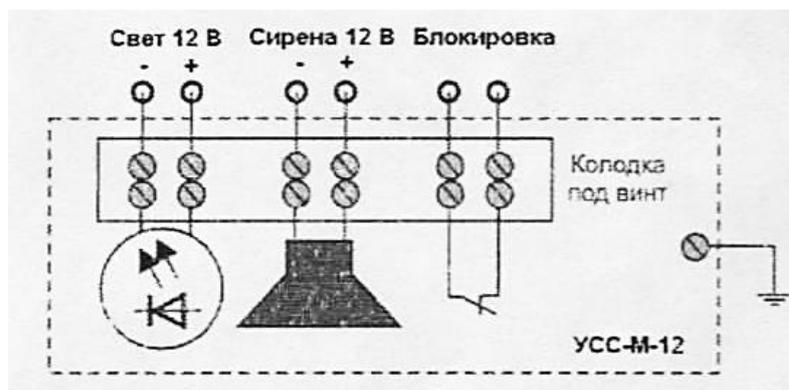

Рисунок1. Схема подключения оповещателя УСС-М-12
- подключить оповещатель к прибору (рисунок 1)